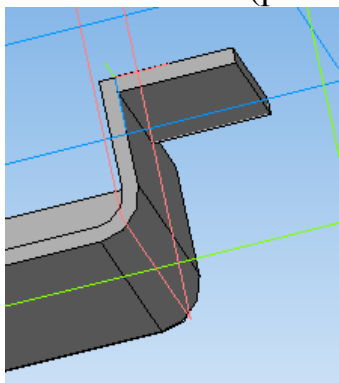

Рис. 8.
21. Нажмите кнопку *Создать объект* (рис. 8).